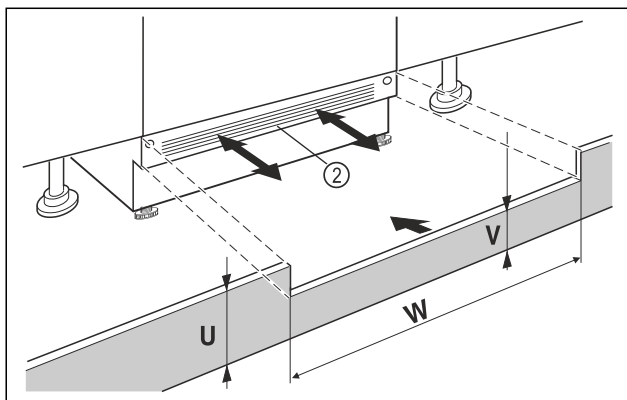

Fig. 96 Vejledende illustration
- Påsæt enhedens sokkelpanel Fig. 96 (2), men uden at fastgøre den.
- Ved synligt sokkelpanel Fig. 96 (2) skal det trækkes så langt frem som muligt, så forkanten af ventilationsgitteret og møbelsokkelpanelet danner ét plan.
- Ved skjult sokkelpanel Fig. 96 (2) skal det skubbes helt tilbage.
- Se til, at ventilationslisterne er helt frie: Ved behov kan man tilskære møbelsokkelpanelet Fig. 96 (U) i højden!
- Længs nichebredden Fig. 96 (W) tilpasser man stanghøjden Fig. 96 (V) under enhedssokkelpanelet Fig. 96 (2).